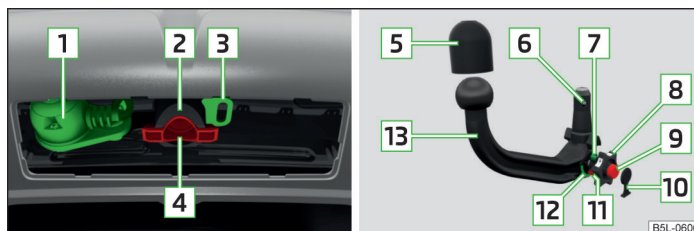

Fig. 126 Suportul dispozitivului de tractare / tija cuplei
Descrierea imaginii » fig. 126
- > Scoateți masca pentru locașul de fixare **4** » fig. 126 la pagina 158 trăgând în jos.
- Puneți capacul de protecție pentru locașul de fixare **[4]** » fig. 126 la pagina 158 » **[1]**.